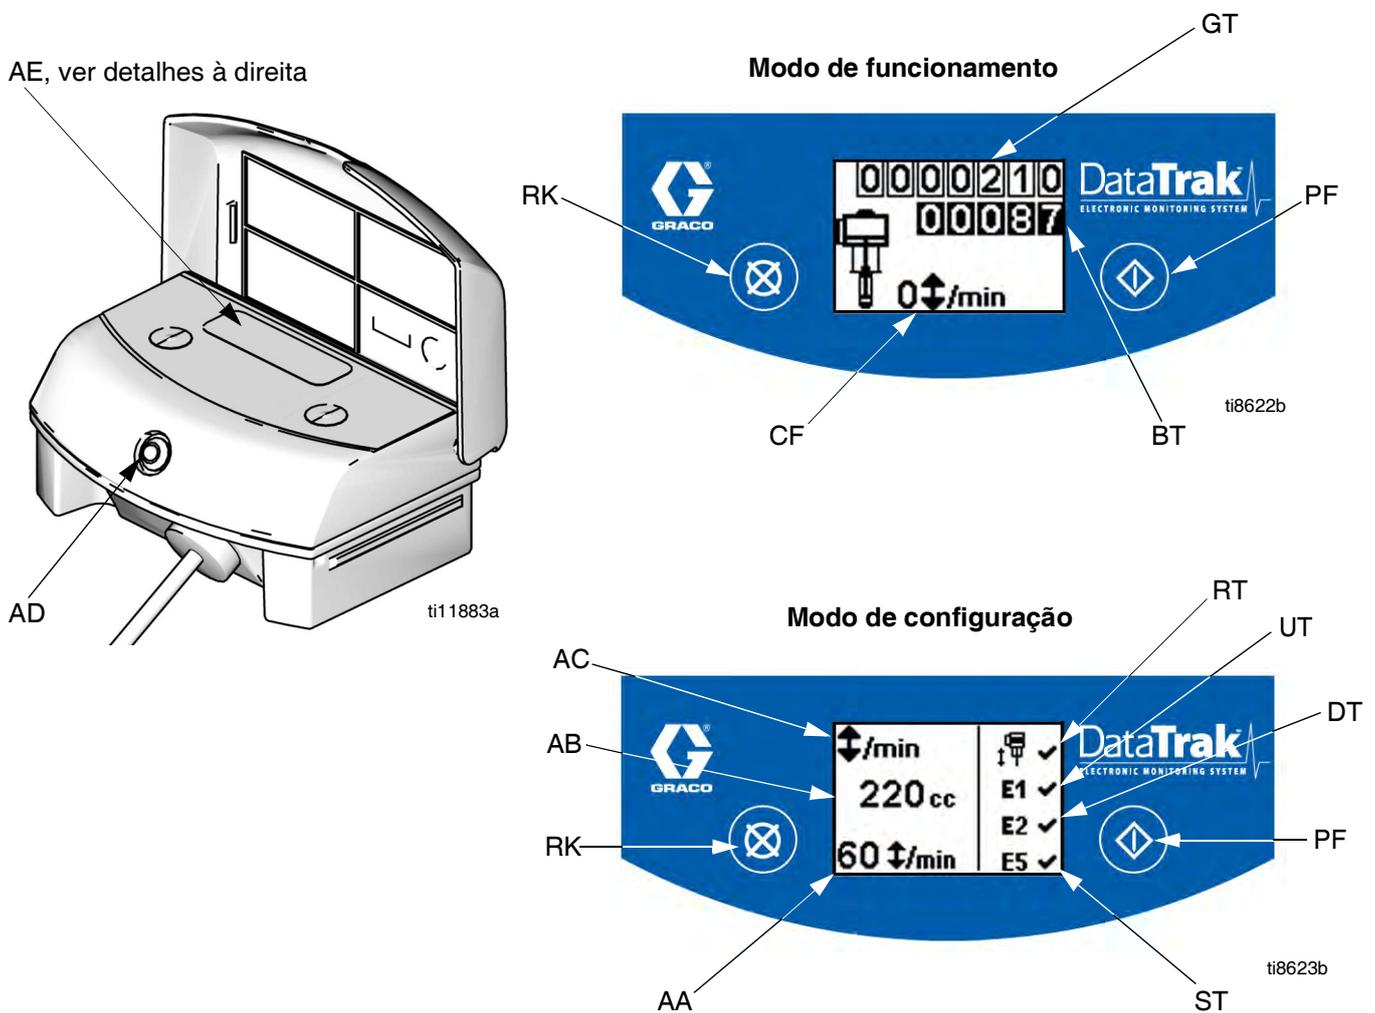

FIG. 8. Controlos e indicadores do DataTrak
Legenda da FIG. 8
1. Consulte a FIG. 8. Premir continuamente  durante 5 segundos até aparecer o menu de configuração.
No caso de desferragem, as opções de erro E1, E2 e E5 são ativadas e  aparecem no ecrã de configuração. Consulte a FIG. 8.
1. Consulte a FIG. 8. Se ocorrer uma desferragem da bomba, o solenoide de desferragem irá atuar, parando a bomba. O LED (AD) fica intermitente e o visor (AE) indica uma condição de desferragem
5. Abrir a válvula pneumática principal (E) para reiniciar a bomba.
Para desativar a monitorização de desferragem, aceda ao modo de configuração e defina o valor de desferragem para 0 (zero) ou desative (RT)  (consulte a FIG. 8).
1. Consulte a FIG. 8. Para aceder ao modo de escovar/lavar, prima qualquer tecla para ativar o visor e, em seguida, prima . Aparece o símbolo de escovar/lavar no visor e o LED fica
2. Quando o modo de escovar/lavar está ativado, a proteção em caso de desferragem é desativada e o totalizador de lote (BT) não conta. O totalizador geral (GT) continua a contar.
Consulte a FIG. 8. O último algarismo do totalizador de lote (BT) representa as décimas partes de galões ou de litros. Para reiniciar o totalizador, premir qualquer tecla para ativar o visor e, em seguida, manter  premida durante 3 segundos.
Consulte a FIG. 8. Em modo de funcionamento, o visor (AE) desliga-se após 1 minuto de inatividade ou após 3 minutos no caso do modo de configuração. Prima qualquer tecla para ativar o visor.
O DataTrak consegue diagnosticar diferentes problemas da bomba. Quando o monitor deteta um problema, o LED (AD, FIG. 8) fica intermitente e aparece um código de diagnóstico no visor. Consulte a Tabela 1.